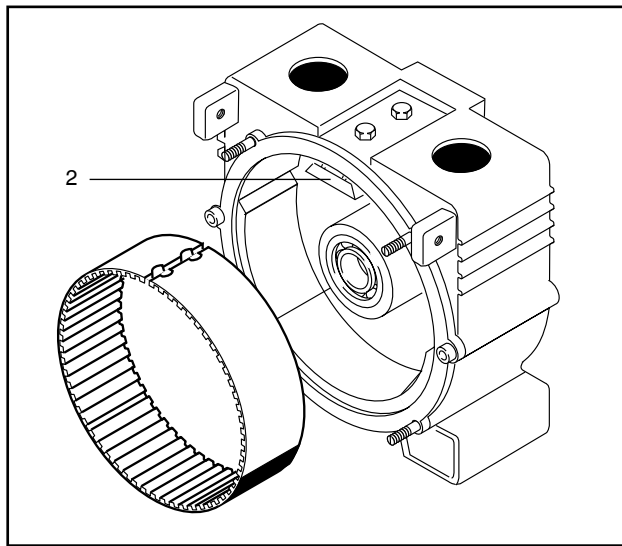

Fig. 14 1 Fascia di separazione
2. Introdurre la nuova fascia di separazione nel supporto, con la dentatura rivolta verso l'interno (Fig. 14).